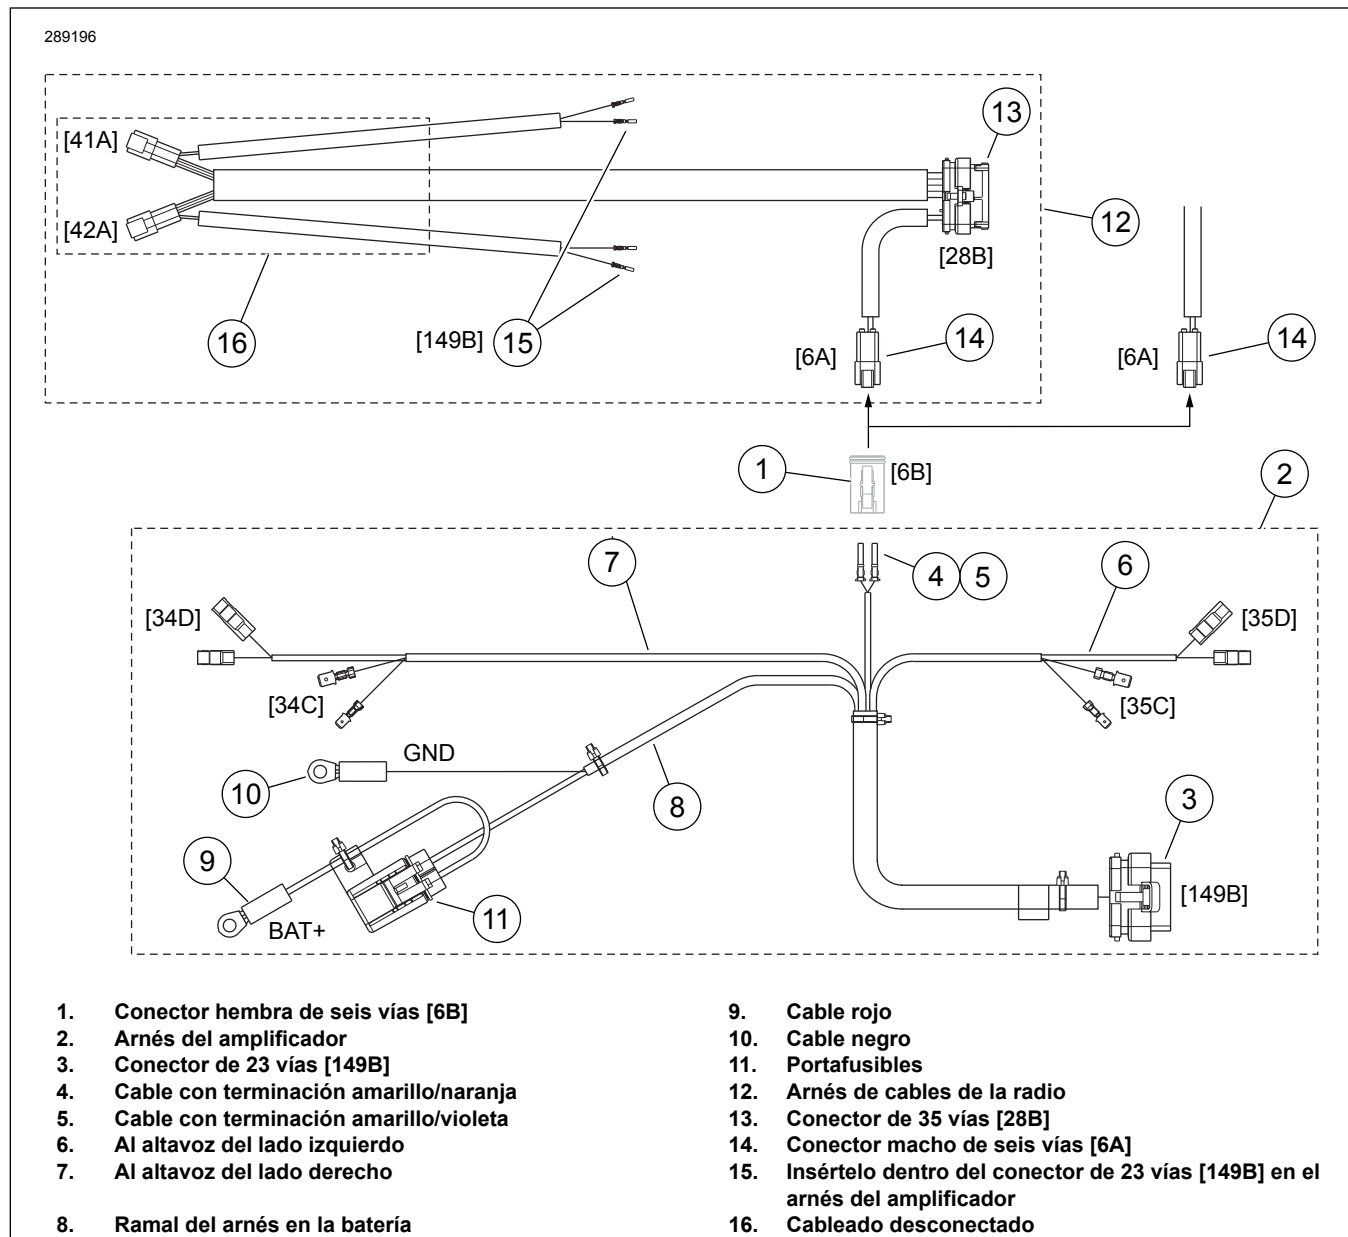

Figura 4. Diagrama de conexión del arnés, amplificador montado en el fuselaje
1. Vea la Figura 4. Obtenga el arnés del amplificador (2) de **este** kit.
2. Siga las instrucciones en el Manual de servicio para extraer los tapones de las cavidades 8, 15, 22 y 23 del conector de 23 vías (3) del arnés del amplificador. Instale los cables con terminación (15) que vienen de los dos restantes conectores de seis vías en el arnés de cables de la radio en el conector de 23 vías como sigue:
2. Vea la Figura 4. Siga las instrucciones en el Manual de servicio para instalar el cable con terminación **amarillo/naranja** (4) del arnés del amplificador dentro de la cavidad 4 del conector hembra [6B] (1) y el cable con terminación **amarillo/violeta** (5) dentro de la cavidad 5.
4. Enchufe el conector hembra de seis vías [6B] en el conector macho [6A] (14) del arnés de cables de la radio (12), instalado en la sección anterior, o en el arnés de audio del vehículo.
5. Enchufe el conector hembra de 23 vías (3) dentro del receptáculo en el lado del amplificador. Escuche un clic definitivo.
14. Vea la Figura 4. Use una correa de cables del kit para enrollar el cableado no conectado (16) del arnés de cables de la radio. Opcionalmente, los cables marrón y blanco/marrón y su conector [42A] pueden proporcionar señal para un altavoz izquierdo adicional. Los cables verde y verde/marrón y su conector [41A] pueden proporcionar señal para un altavoz derecho adicional.
16. Vea la Figura 4. Pase el ramal restante (8) del arnés del amplificador hacia atrás en el vehículo a la bandeja del arnés. Abra la cubierta de la bandeja del arnés. Pase el arnés del amplificador a través de las aberturas en la bandeja, usando correas de cables para sujetarlo al arnés principal.
- d. Vea la Figura 4. Coloque los cables de conexión del portafusibles y amplificador delante de la batería. *NOTA: Puede ser útil cortar la correa de cables en el brazo de alivio de la tensión del portafusibles e instalar una correa de cables nueva para amarrar el brazo en su lugar después de que el portafusibles esté en su posición.*